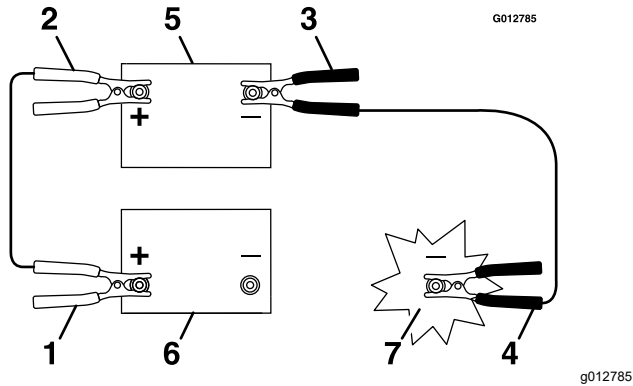

Figura 60
5. Conecte el cable positivo (+) al borne positivo (+) de la batería descargada que está conectado al motor de arranque o al solenoide, según se indica en Figura 60.